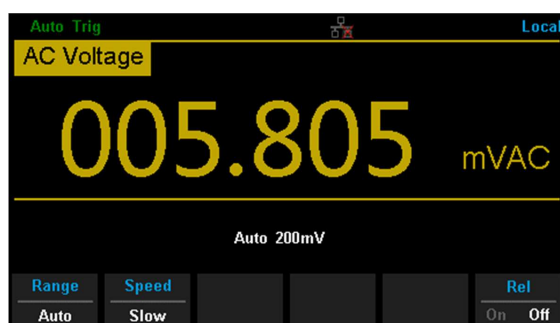

図 2-8 交流電圧測定インターフェース
1. 図 2-8 に示すように、フロントパネルの **ACV** を押して AC 電圧測定インターフェースに入ります。